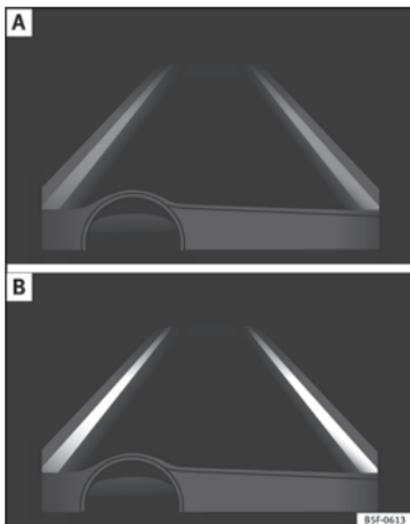

Fig. 212 Sul display del quadro strumenti: indicazione sul display del dispositivo di assistenza per il mantenimento della corsia (esempio 1).
- Il dispositivo è attivato ma non è disponibile, perché non è stato raggiunto il limite minimo di velocità o perché non viene rilevata la segnaletica della corsia » **fig. 212 A**.
questo momento non sta correggendo la traiettoria » **fig. 212 B**.